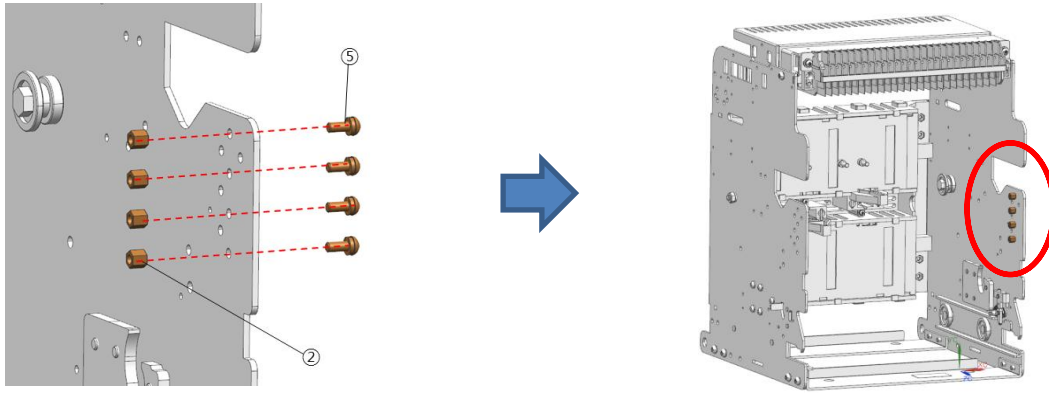

FIG 3
- (1) 품2를 별표의 CT정격을 참조하여 크래들 우측면 안쪽의 해당위치에 품5 둥근머리나사를 이용하여 체결하여 주십시오. [FIG 3]
- (1) Referring to the extra CT rating table assemble no.2 into right inner side of cradle with P.H screw. [FIG 3]